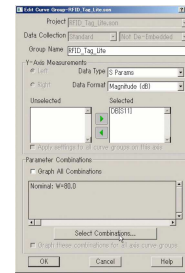

図 2.10 “Edit Curve Group” ダイアログ
2. 図 2.10 の “Edit Curve Group”  ”が開きます。
- 11 ページの図 2.10 の “Edit Curve Group” ダイアログ が開きます。